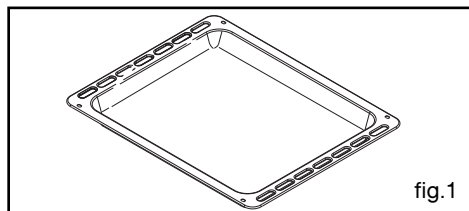
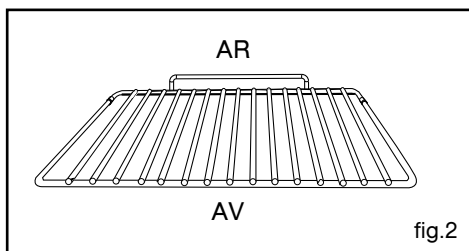

fig.1
fig.2
• Plat lèche-frite multi-usages fig.1
• Grille sécurité anti-basculement fig.2
Vous devez respecter la côte d'encastrement suivante (fig.1, vue de dessus):
A l'aide des pieds réglables (fig.1) situés à l'avant de la cuisinière, faites la mise à niveau (fig.2) de votre appareil.
- Enfoncez un tournevis entre la tôle du capot et la trappe puis faites pivoter la trappe (fig.1).
- Desserrez les vis du serre-câble (fig.2).
- Introduisez le câble d'alimentation par le côté du capot et dans le serre-câble situé à droite du bornier. (Reportez-vous au tableau de la page précédente pour le choix de la section du câble) (fig.2).